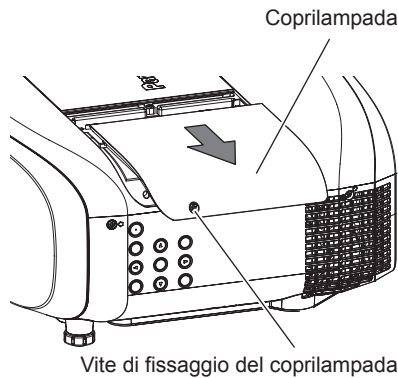

Fig. 1
- 2) Rimuovere il coprilampada. (Fig. 1)**